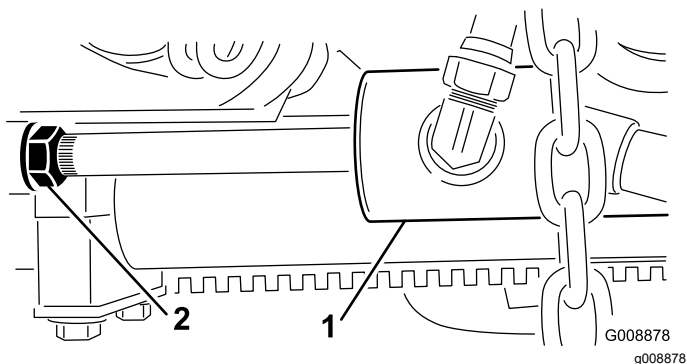

Figura 27
- B. Allentate il controdado sul cilindro (Figura 27).